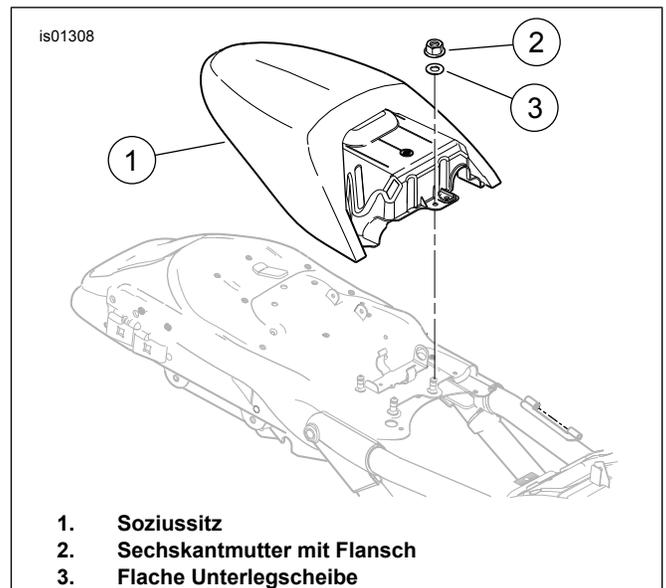

Abbildung 6. Soziussitz ausbauen (VRSCR von 2006 bis 2007)
4. Siehe Abbildung 6. Die Sechskantmutter mit Flansch (2) und flache Unterlegscheibe (3), mit denen der Soziussitz (1) befestigt ist, ausbauen und dann den Sitz entfernen.